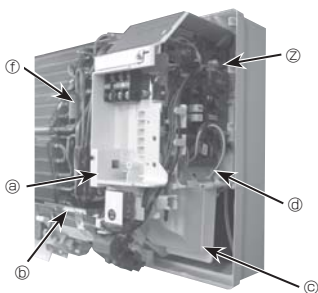

Fig. 6-5
- Retirer le guide-câble. (Fig. 6-5)
- Retirer la thermistance du conduit de liquide (TH2). (Fig. 6-5)
- Retirer en partie l'adhésif du moteur du volet et desserrer le cordon. (Fig. 6-5)
- Desserrer le cordon du moteur du ventilateur. (Fig. 6-5)